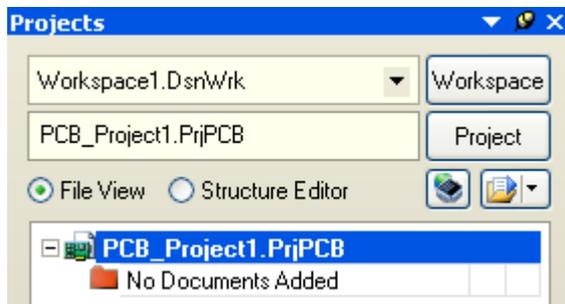

图 6-1 PCB 工程的创建
2. 显示 Projects 面板框显示在屏幕上。新的工程文件 PCB_Project1.PrjPCB 已经列于框中，并且不带任何文件，如图 6-1 所示。
12. 放置 R3 和 R4 如图 6-1 所示，并通过点击右键或 ESC 退出。